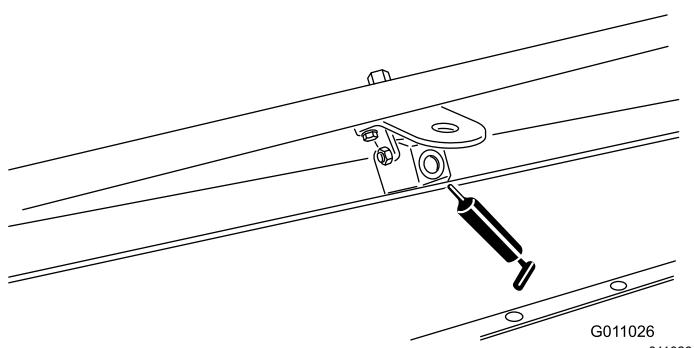

Figura 34
- Perno della spazzola (2) (Figura 34)